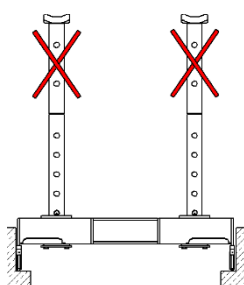

Fig. 20
- *Les tuyaux de raccord et les entretoises ne doivent pas être empilés. Risque de basculement ! → Fig. 20 ;*